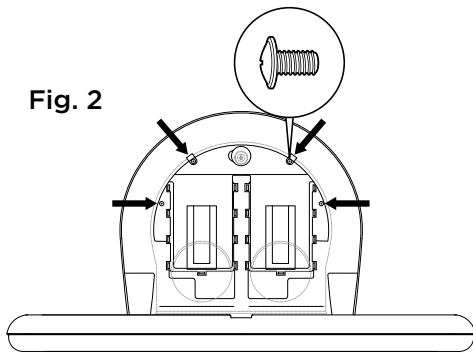
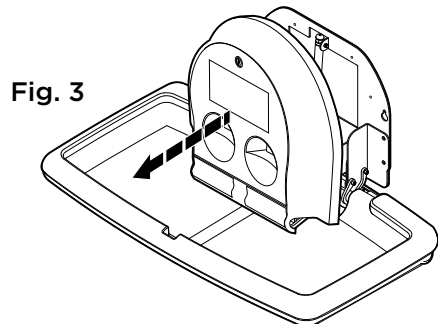

Fig. 2
Fig. 3
- Dévissez les quatre vis à l'intérieur de la cavité du distributeur d'alaises. **Fig. 2** Déposez le distributeur d'alaises du support de montage métallique. **Fig. 3** Jetez l'ancien distributeur d'alaises, son couvercle, et les vis.